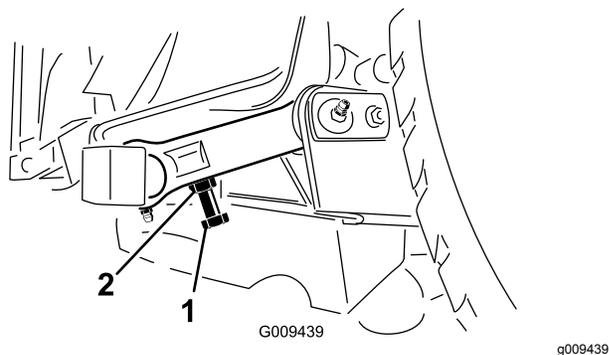

図 28
3. 距離の調整が必要な場合は、刈り込みデッキの後ピボットリンクについての調整ボルトを使用する 図 28。